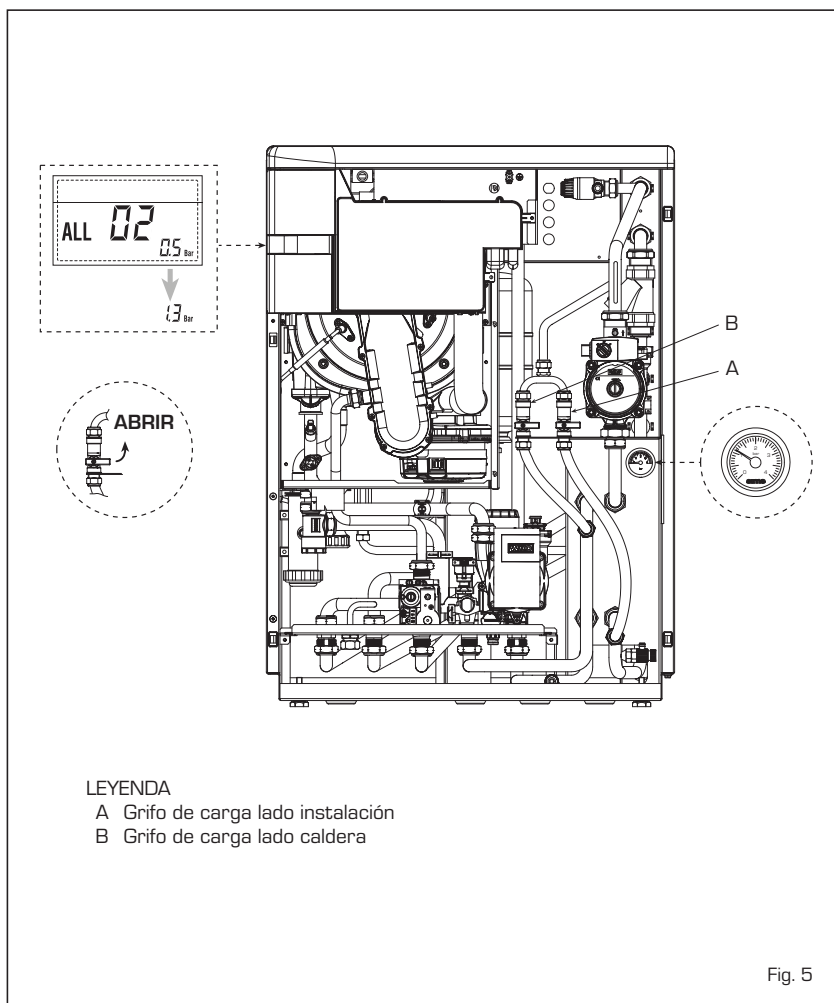

Fig. 5
2.4 FASE INICIAL DE LLENADO LADO CALDERA Y LADO INSTALACION (fig. 5)